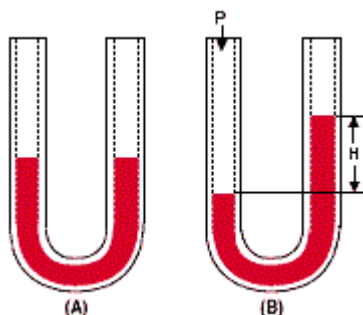

Figura 2. Manometrul cu lichid
Denivelarea coloanei de lichid dintr-un tub în formă de "U" este utilizată pentru măsurarea presiunilor relative (față de presiunea atmosferică) cu *manometrul cu lichid* folosind relația (2), $p = \rho \cdot g \cdot h$. În partea dreaptă a tubului în formă de "U" presiunea atmosferică care acționează pe suprafața lichidului se însumează cu presiunea datorată nivelului coloanei de lichid, la adâncimea H, vezi figura 2. În partea stângă a tubului, la același nivel, acționează pe suprafața liberă doar presiunea " p ". Din egalarea celor 2 presiuni, din stânga și din dreapta la același nivel: